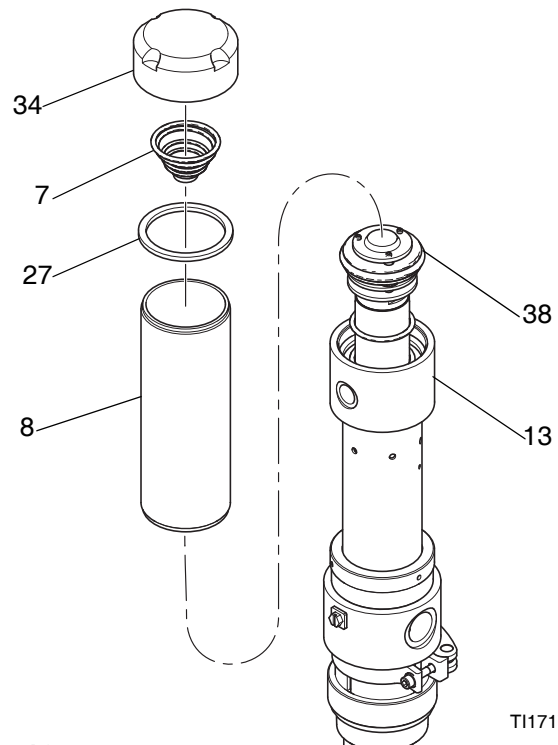

FIG. 10
1. Skruva loss cylinderlocket (34) från cylindern (8). Bänd försiktigt under spolarna i riktning mot spiralen för att avlägsna fjädern (7). Kontrollera om fjädern (7) och packningen (27) är slitna. Byt ut vid behov. Se FIG. 10.
2. Skruva loss cylindern (8) från luftmotorns basenhet (13) och lyft av cylindern rakt från luftkolven (38). Skruva loss för hand eller använd en kedjenyckel för att förhindra att cylinderns form förvrängs. Se FIG. 10.
- Sätt tillbaka fjädern (7) och packningen (27) på cylinderlocket (34) och skruva fast locket på cylindern (8). Skruva fast cylindern i luftmotorns basenhet (13). Se FIG. 10.